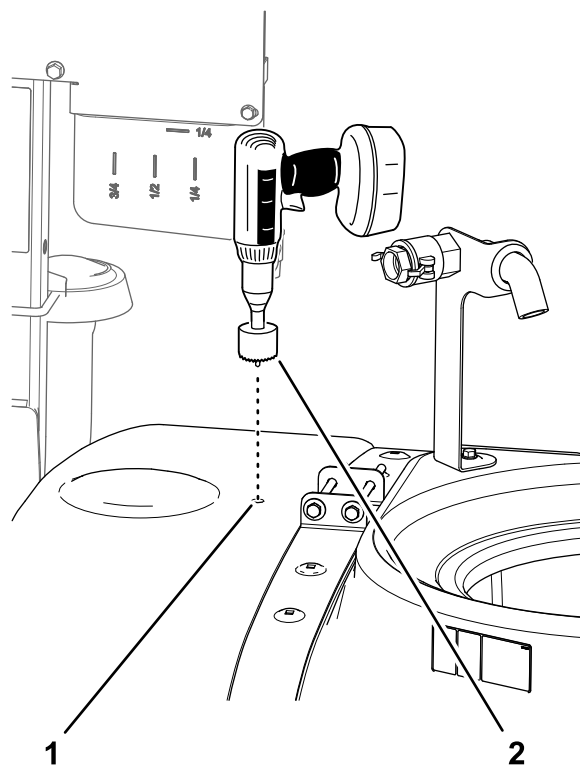

Figura 19
7. Repita los pasos 4 a 6 en la marca de perforación delantera (Figura 19).